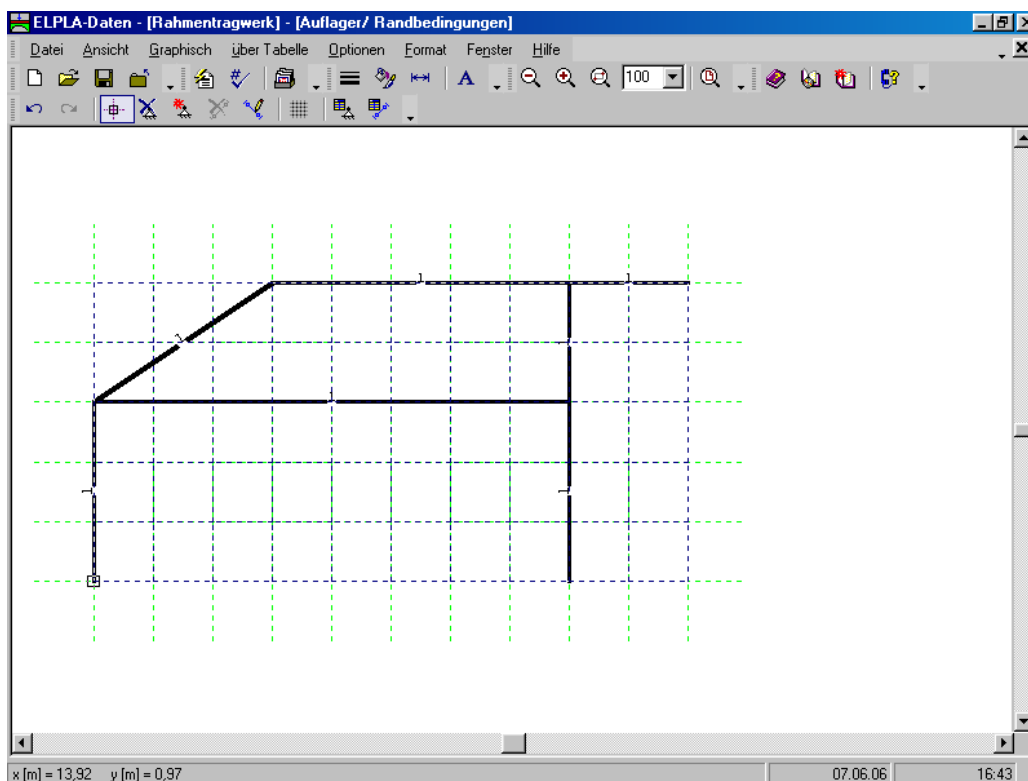

Bild 7-21 Markierung der Knoten mit Auflagern (kleine Rechtecke an den Ecken)
- Klicken Sie die linke Maustaste auf den gewünschten Knoten mit Auflager, wie im Bild 7-21 gezeigt
- Nach dem Auswählen von Knoten der Auflager wählen Sie "Auflager einfügen" aus dem Menü "Graphisch" im Bild 7-21